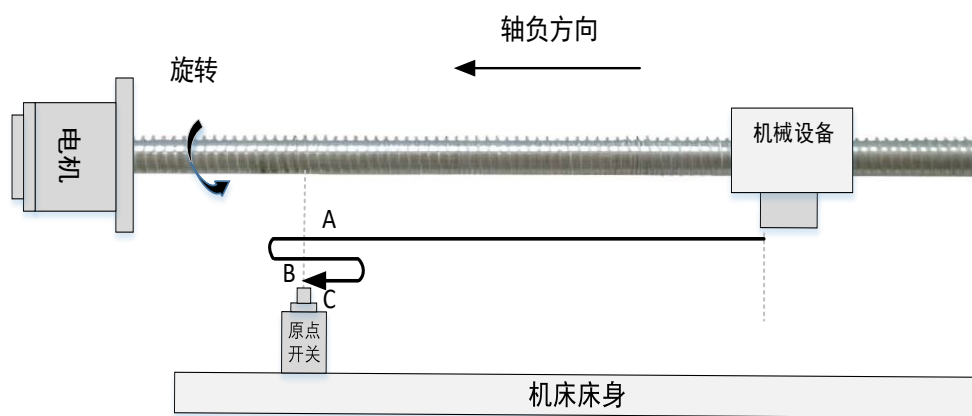
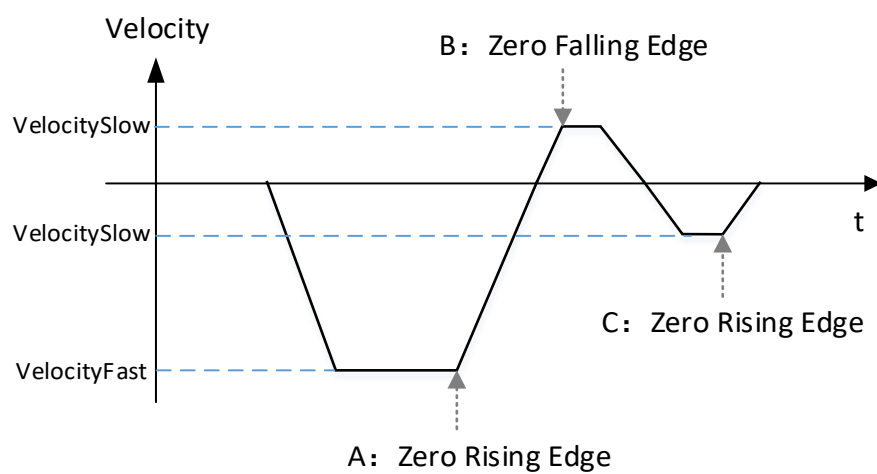

图 8-39 Mode2 模式回原效果
图 8-40 Mode2 模式回原速度曲线
(3) 模式 2: Mode2 负方向回零，原点为原点开关。起始位置在原点左侧时，无法执行回零过程。其效果和速度曲线参考图 8-39、图 8-40。